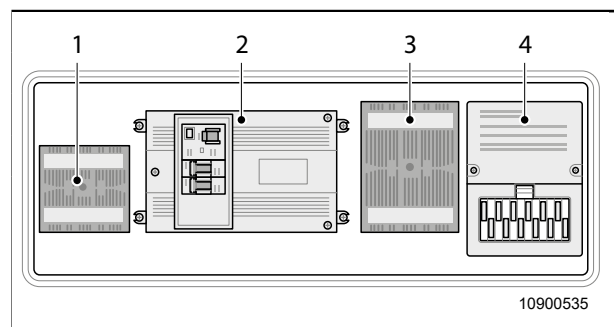

Fig. 52 Unità elettrica
Le utenze elettriche collegate all'alimentazione di corrente da 12 volt nella zona abitativa, sono protette nella scatola di distribuzione (Fig. 52, pos. 4) mediante fusibili separati.
Il caricabatterie è in funzione dopo aver creato il collegamento alla rete da 230 volt. L'interruttore sul caricabatterie (Fig. 52, pos. 3) si illumina. Se l'interruttore non è acceso, premere l'interruttore.